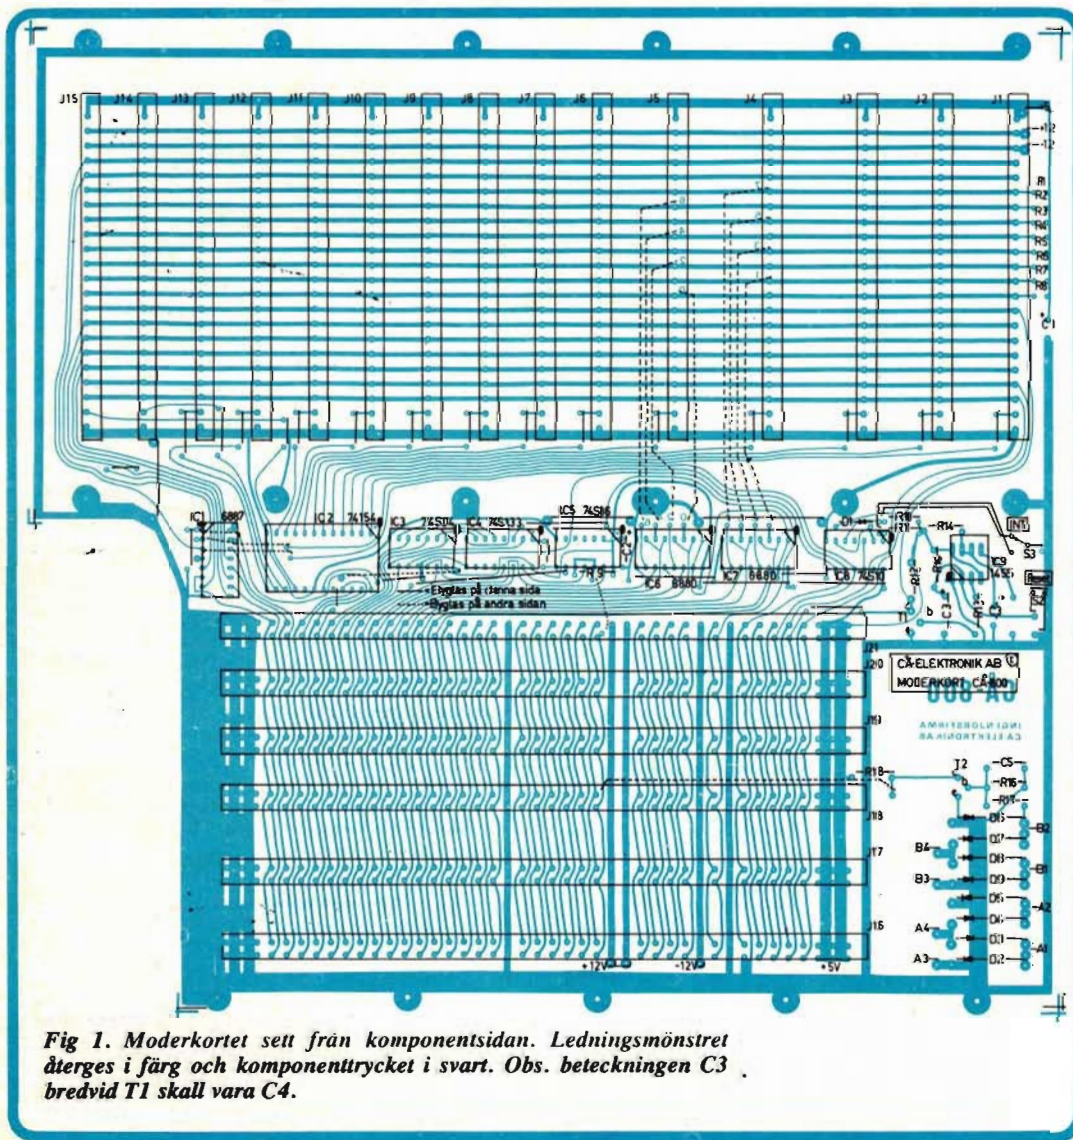
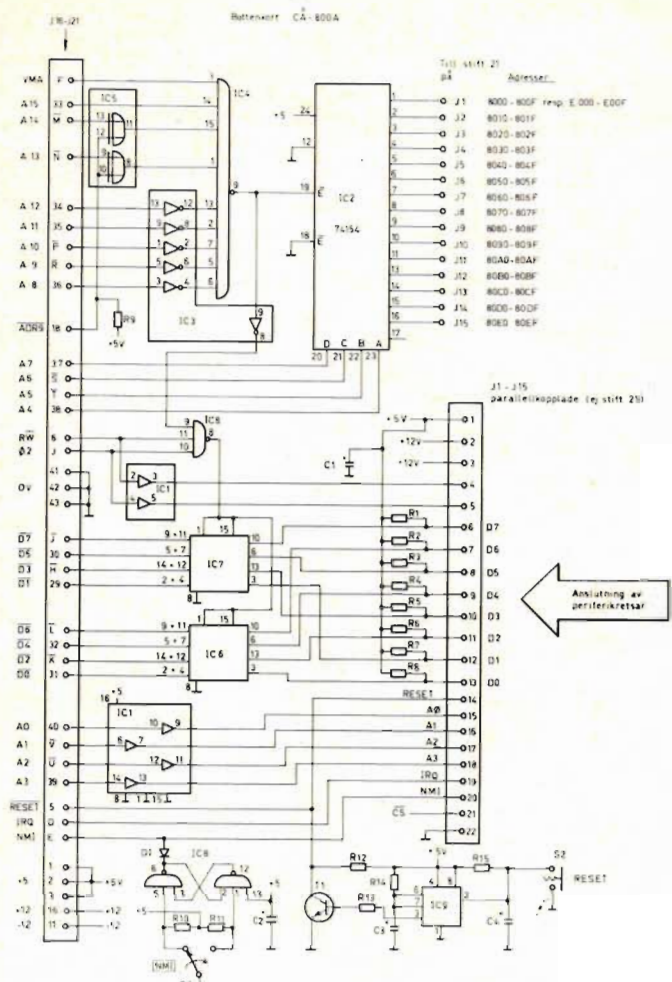

Fig 1. Moderkortet sett från komponentsidan. Ledningsmönstret återges i färg och komponenttrycket i svart. Obs. beteckningen C3 bredvid T1 skall vara C4.
Fig 2. Principskemat för moderkortets avkodningskretsar.
■ Moderkortet till datorbygget visas i fig 1, och principalschemat i fig 2. De sex 86-poliga kortkontaktarna J16-21 är parallellkopplade och återfinns till vänster i schemat. De femton 22-poliga kontaktarna J1-15 är parallellkopplade så när som på ett stift och återfinns till höger på schemat.
På moderkortet finns anvisningar om ett antal byglingar som måste göras. En del är på baksidan och de är markerade med streckade linjer. Alla komponenter finns placerade på fig 1.